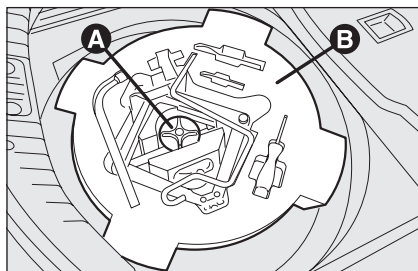

fig. 5
- ☐ pour les versions dotées de roue compacte de secours, il faut par contre dévisser le dispositif de blocage **A-fig. 5**, prendre la boîte à outils **B**, la déplacer près de la roue à remplacer et prélever ensuite la roue compacte;